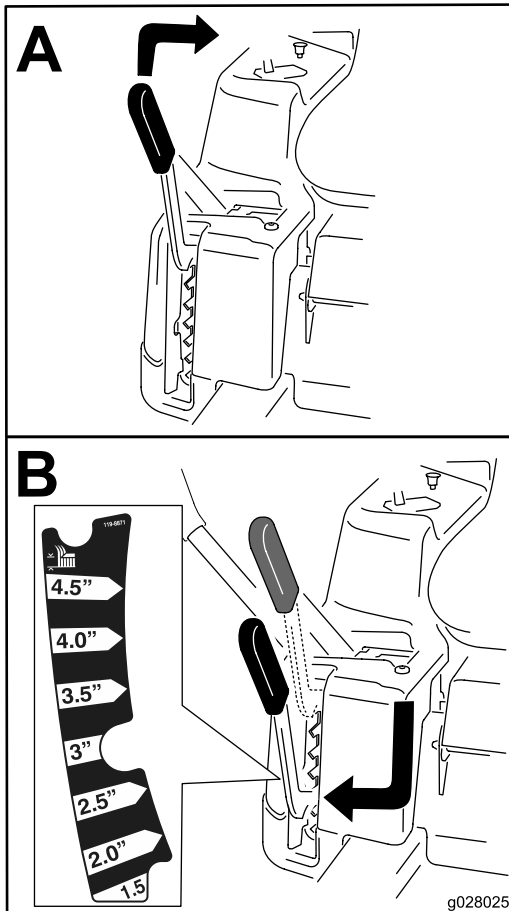

Figura 15
**Nota:** La posición de transporte es la posición de altura de corte más alta, 115 mm (4½"), según se muestra en Figura 15.